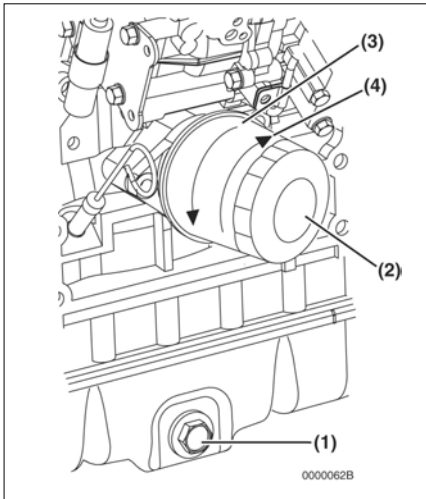

Рис. 5-2
- Снимите пробку для слива масла (рис. 5-2, (1)) из масляного поддона двигателя. Дайте маслу стечь.
- После того как все масло из двигателя будет слито, установите на место пробку слива масла (рис. 5-2 (1)) и затяните моментом 139,8 - 47,0 фут-фунт (53,9 Н•м; 5,5- 6,5 кгс•м).
- Поверните фильтр моторного масла (рис. 5-2, (2)) против часовой стрелки (рис. 5-2, (3)) при помощи гаечного ключа для фильтра.
- Слегка смажьте прокладку на новом фильтре моторным маслом. Установите новый фильтр моторного масла вручную, повернув его по часовой стрелки (рис. 5-2, (4)) до контакта с посадочной поверхностью. Затяните моментом 14 - 17 фут•фунт (19,6 – 23,5 Н•м, 2,0 – 2,4 кгс•м) или на один дополнительный оборот с помощью ключа для фильтра.